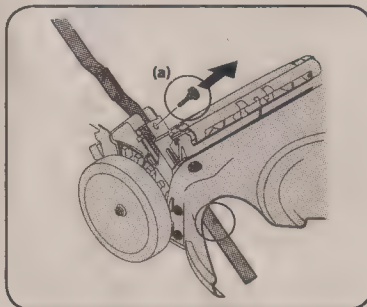

Figura 2-3
4. Retire los pernos T (a) de la ménsula de la manija como se muestra en la Figura 2-3.